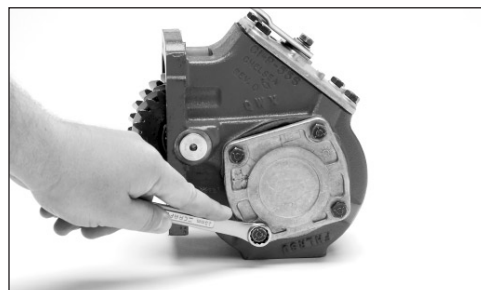

Fig. 9
12. Na tampa do mancal de extremidade fechada, remova o perno da tampa esquerda inferior, conforme mostra a Fig. 9. Este perno será usado mais tarde para fixar o protetor térmico.